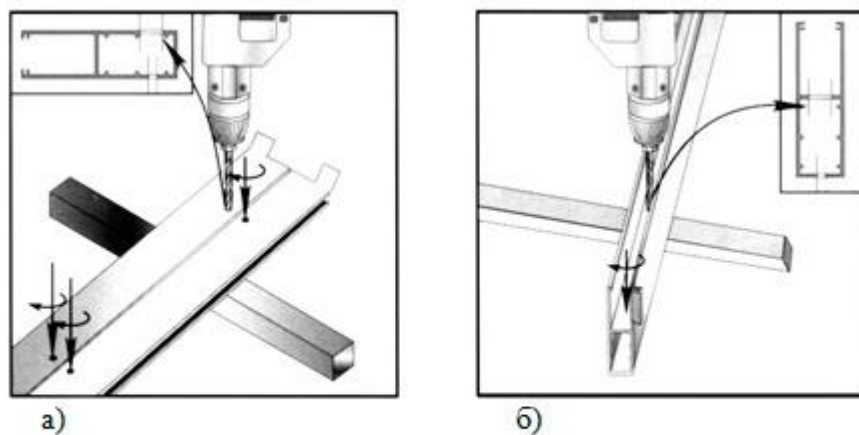

Рис. 4. Рассверливание отверстий Ø 11,8 мм в направляющих: а – накладной монтаж; б – встроенный монтаж.
4. Рассверлить отверстия на лицевой поверхности направляющей Ø 11,8 мм или 13,8 для рамного дюбеля 10 мм при накладном монтаже, а при встроенном монтаже отверстие во внутренней стенке (рис.4).